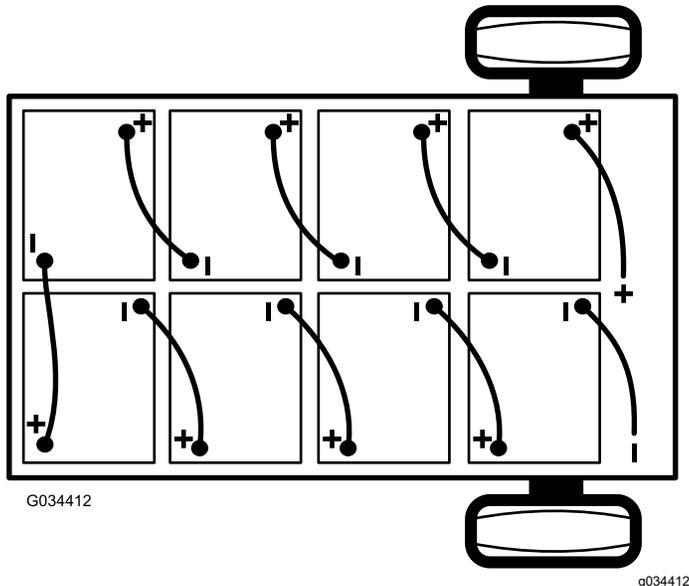

Figure 39
2. Débranchez le câble négatif principal (noir) de la batterie qui relie la rangée de batteries au point de masse de la machine (Figure 39).
3. Branchez le câble négatif principal (noir) entre la rangée de batteries et la machine (Figure 39).
3. Débranchez le câble positif principal (rouge) qui relie la rangée de batteries au contacteur principal de la machine (Figure 39).
Remarque: Tenez compte de la polarité lors de la mise en place des batteries neuves (Figure 39).
6. Reliez les batteries entre elles, comme montré à la Figure 39, avec les câbles d'interconnexion que vous avez retirés à l'opération 1.
2. Branchez le câble positif principal (rouge) entre la rangée de batteries et la machine (Figure 39).